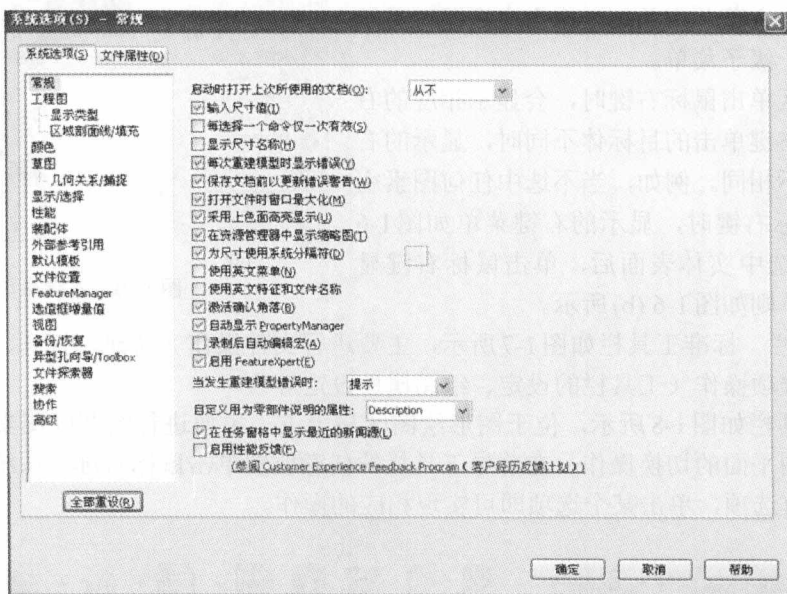
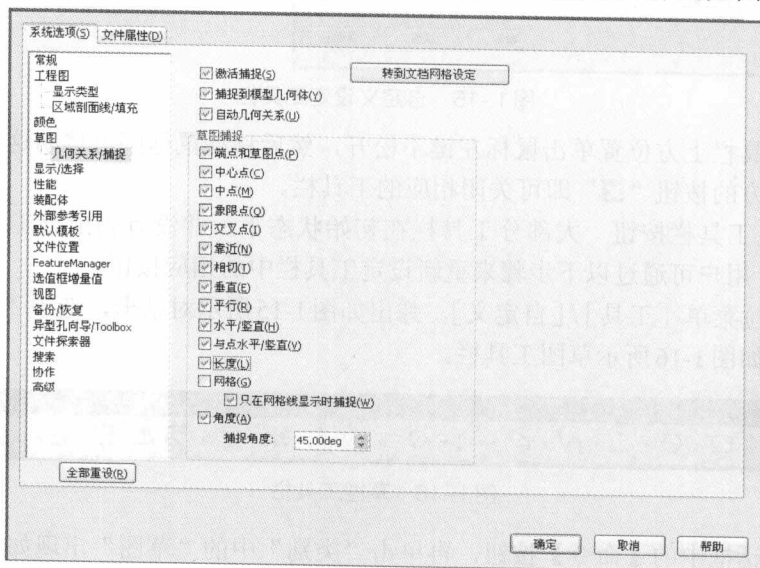

图 1-11 系统选项对话框
图 1-13 几何关系/捕捉设定对话框
(4) 系统设置
① 改变绘图区底色 在初始状态下,系统绘图区底色为蓝色渐变色,可通过以下步骤来改变绘图区底色。
a. 单击下拉菜单中的[工具(T)]/[选项(P)]或直接单击标准工具栏中的选项按钮“”,将弹出如图1-11所示的系统选项对话框。
在如图1-11所示系统选项对话框中单击【几何关系/捕捉】,弹出如图1-13所示几何